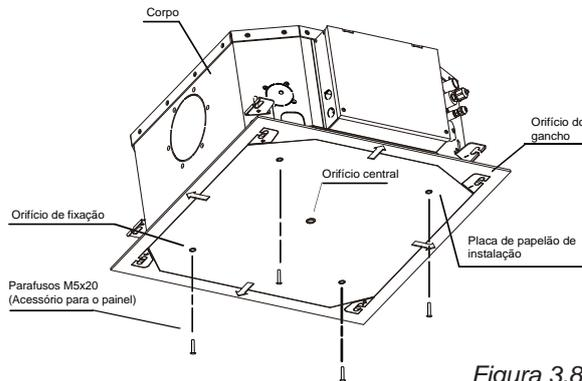

Figura 3.8
2. Depois de içar e montar a unidade, use parafusos M5x20 (incluídos com o gabarito de instalação) para afixar o gabarito de instalação (acessório) ao corpo da unidade. Certifique-se de verificar o tamanho e as posições da abertura no teto antes de fazer isso. Consulte a Figura 3.8.